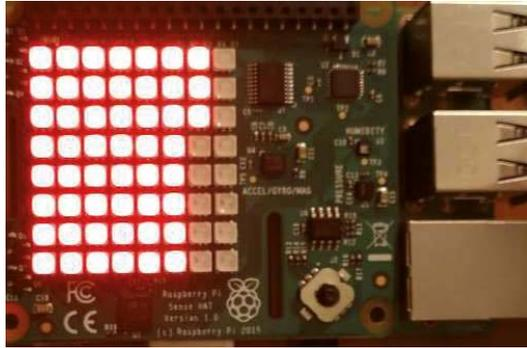

Figure 12.26 Affichage de la température 25,5 oC
- Créer un **Sense HAT output** node et joindre tous les nodes, cliquez **Déployer**. Vous devriez voir que la température affichée sur la matrice LED avec le nombre de LED allumées. Dans l'exemple illustré à la figure 12.26, 51 DEL sont allumées. Par conséquent, la température est de $51/2 = 25,5$ °C. Notez que, comme décrit précédemment, la lecture de température du Sense HAT n'est pas précise car le capteur est proche du processeur du Raspberry Pi.